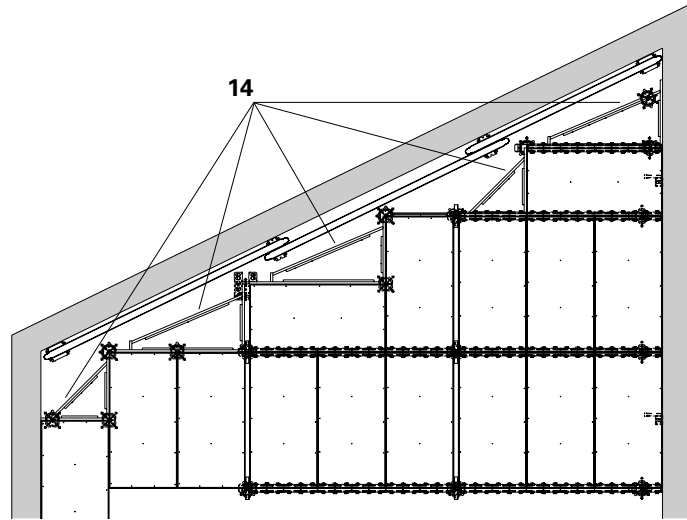

Fig. A5.20
3. Placer le cadre triangulaire (14) sur un appui (poutrelle primaire, tête d'étau ou plaque combi, support de rive). (Fig. A5.20)